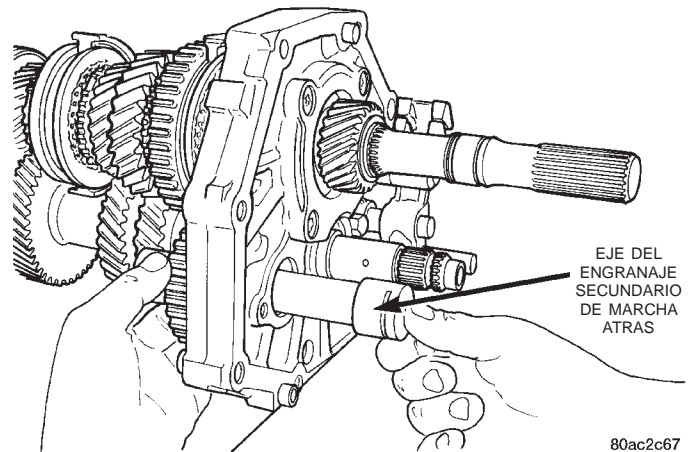

Fig. 57 Desmontaje del eje del engranaje secundario de marcha atrás
(9) Retire el perno que fija la placa de traba del eje del engranaje secundario de marcha atrás a la placa intermedia.
(10) Retire el conjunto del eje del engranaje secundario de marcha atrás y el engranaje secundario de marcha atrás (Fig. 57).